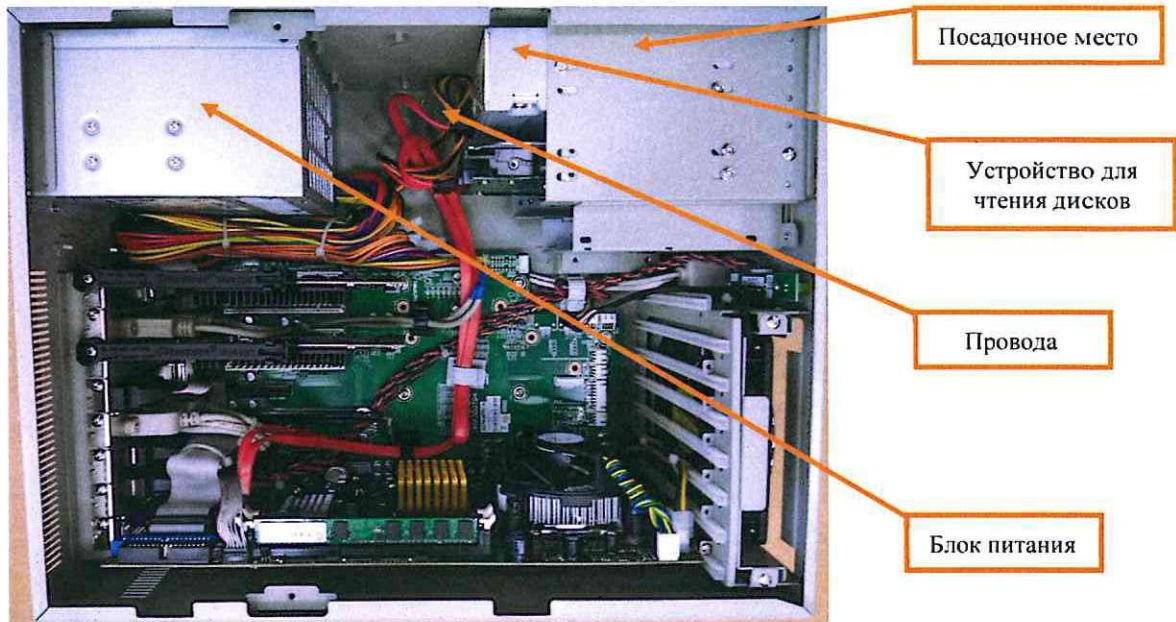
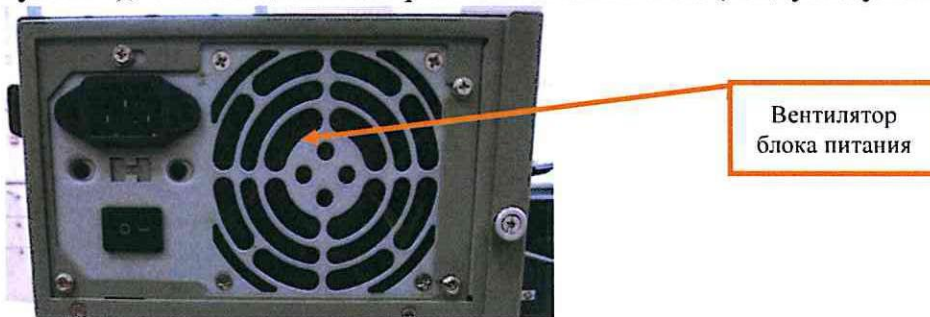

Рисунок 6. Устройство чтения дисков и провода.
Рисунок 8. Очистка блока питания и вентилятора блока питания.
7.1.9 Произвести очистку устройства для чтения дисков и места его установки с помощью чистящей салфетки; с помощью кисти с мягким ворсом очистить подключенные к нему провода (Рисунок 6).
7.1.11 Произвести очистку блока питания (Рисунок 6) с помощью чистящей салфетки и вентилятора, установленного на блоке питания (Рисунок 8), с помощью электрического пылесоса (воздуходувки).